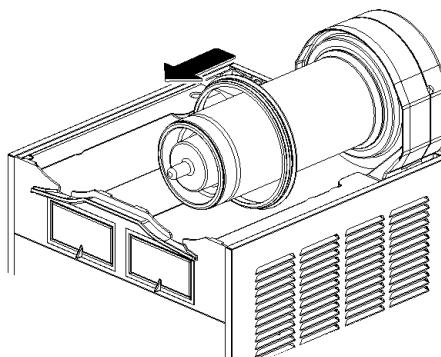

figura 10
**4** Quitar de su alojamiento la junta del contenedor (ver figura 10).